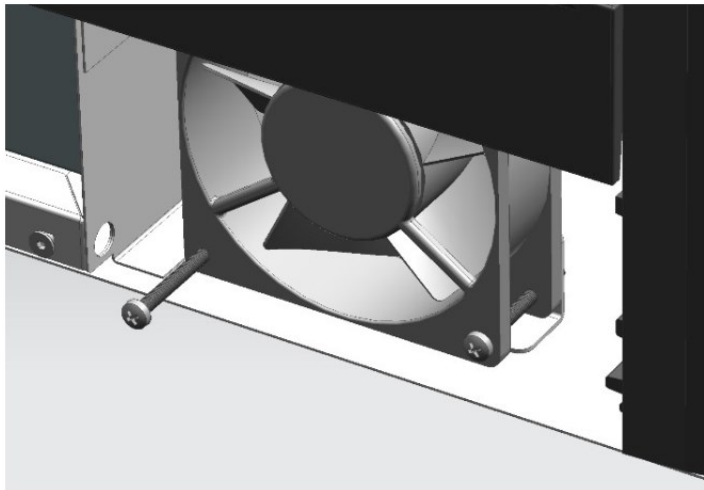

FIG. 6
2. Desserrer les vis qui maintiennent les ventilateurs (Fig. 6) .